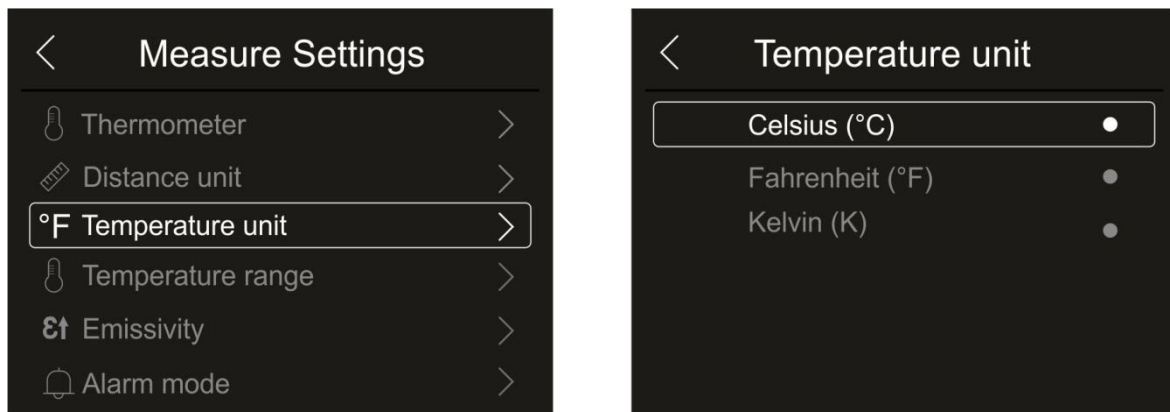

Abb. 23: Menü Einstellung der Messeinheit der Temperatur
1. Berühren Sie “ Temperature unit ” zur Einstellung der Messeinheit der Temperatur. Die Abb. 23 – rechte Seite erscheint im Display: